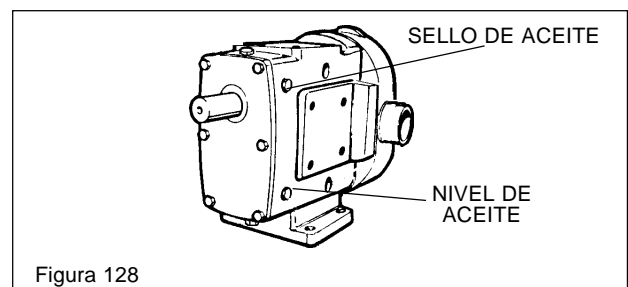

Figura 128
7. Llene la tapa de engranajes con aceite Micro-Plate N° 140 hasta el nivel apropiado. (Vea OPERACIÓN en la página 15). Instale el tapón de llenado de aceite. (Vea la figura 128)